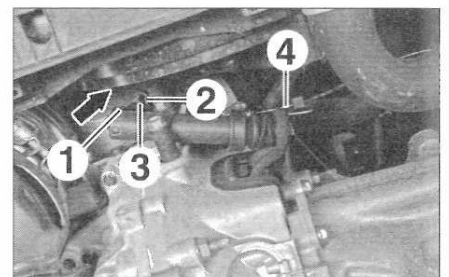

FIG.12
- Déposer le bouchon de la vis de purge (1) (Fig.12).